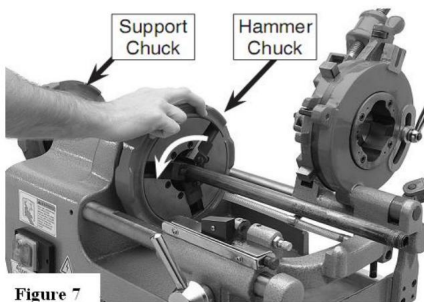

Abbildung 7. (Mit dem Hammer auf das Rohr schlagen, um es festzumachen)
C) Das Schlagfutter schließen, bis es das Rohr mit allen Backen gleichmäßig umschließt, dann öffnen etwa eine 1/4-1/2 Umdrehung, und schlagen Sie es zu, wie in Abbildung 7 gezeigt. Halten Sie das Rohr in rechte Hand und fixieren Sie es, indem Sie die vorderen und hinteren Spannfutter festziehen, und dann Ziehen Sie die Hammerscheibe durch Hämmern gegen den Uhrzeigersinn mäßig fest.